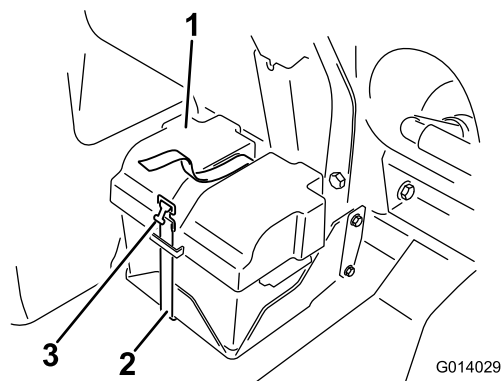

Figure 47
3. Posez le couvercle de la batterie et fixez-le avec la sangle retirée précédemment (Figure 47).